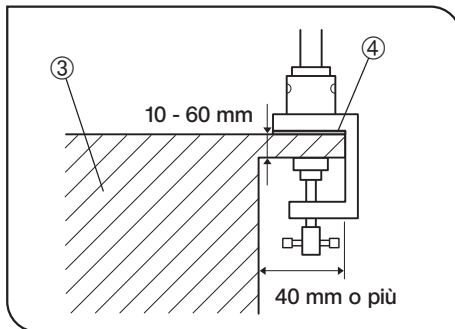

Fig. 4
1. Installare lo stativo su un tavolo solido ③ spesso da 10 a 60 mm e con una superficie a sbalzo di 40 mm o più e spessore da 10 a 60 mm. (Fig. 4)
4. Se necessario si può accrescere la stabilità del sistema inserendo sotto lo stativo lo spessore di gomma ④ in dotazione. (Fig. 4)